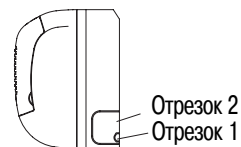

Рис. 20
1. При прокладке труб и электропроводки с левой или правой стороны внутреннего блока вырежьте из рамы отрезок, если это необходимо. (Как показано на рис. 20.)